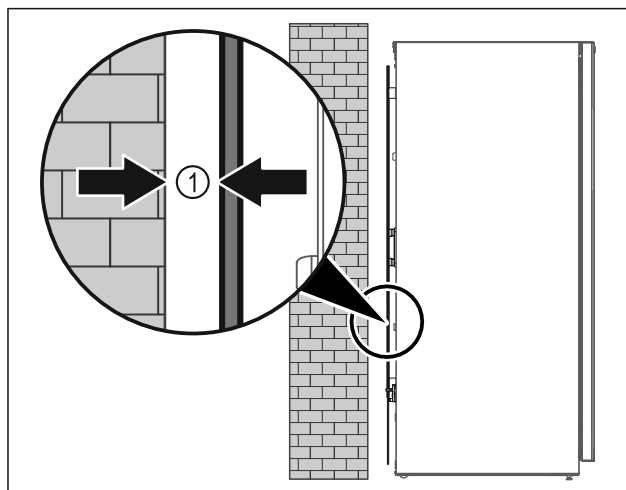

Fig. 10
- Urządzenie ustawić swobodnie w pomieszczeniu lub bezpośrednio przy ścianie z minimalnym odstępem 5 mm Fig. 10 (1).